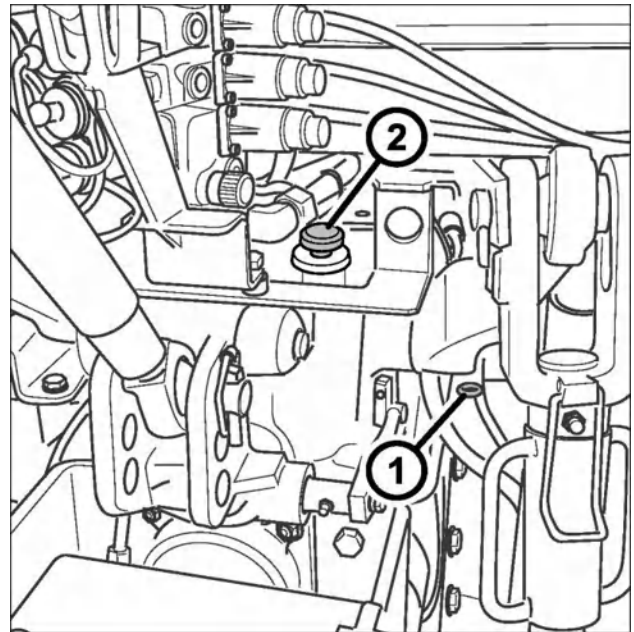

Рис. 7-61
**ВНИМАНИЕ!** При работе на крутых склонах уровень масла в коробке передач НЕ ДОЛЖЕН БЫТЬ НИЖЕ МАКСИМАЛЬНОЙ ОТМЕТКИ, указанной на щупе (1). В противном случае долейте масло надлежащего типа через пробку (2).
2. Снимите заливную пробку (2 — рис. 7-61).